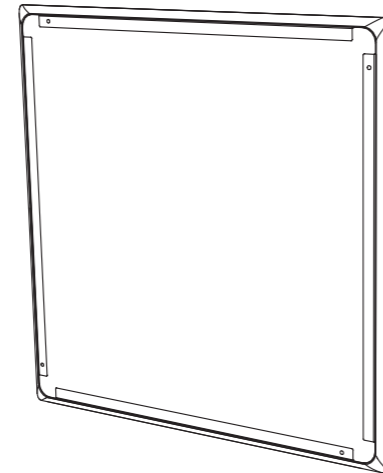

Fig. 19. Install the paint mask
- Drücken Sie die Farbmaske in die Vorderseite der hinteren Dose, wo sie durch Magnete an Ort und Stelle gehalten wird. Diese Maske bleibt an Ort und Stelle, während die Decken- und Rahmeneinfassung gestrichen wird (Abb. 19).